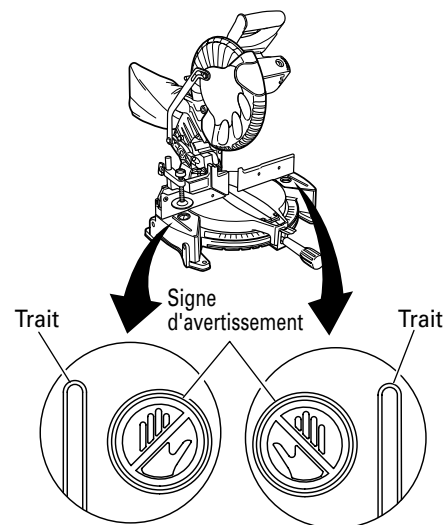

Fig. 18
- * Ne jamais amener les membres à l'intérieur de la ligne à côté du signe d'avertissement pendant que l'outil fonctionne. Cela pourrait être dangereux (voir Fig. 18).